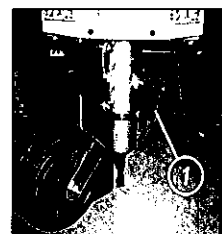

Fig.11
När man vill lägga ner kabeln i långa raksträckor, är det möjligt att låsa den vridbara fenan (fig.11) för att göra maskinen riktinstabilare. För att låsa fenan räcker det med att dra åt handtaget som sitter på höger sidan av infästningsanordningen (fig.11 nr.1).
- Kontrollera att handtaget (fig.11 nr.1) är löst.